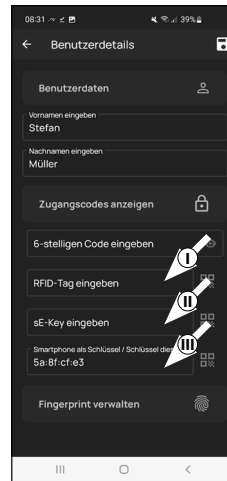

Fig. 4
- 6 Aquí podrá guardar una llave a distancia *ENTRY sE-Key 7713* (disponible opcionalmente) (II) (Fig. 4). En las instrucciones de la llave a distancia encontrará instrucciones para su configuración.
! **Aviso:** Por defecto, el medio seleccionado para el administrador es la apertura de la cerradura mediante smartphone (III) (Fig. 4). Para los siguientes usuarios, podrá establecer en este campo otro smartphone como llave electrónica. En las instrucciones básicas, en nuestra página web, encontrará indicaciones al respecto (busque el enlace en la página inicial).